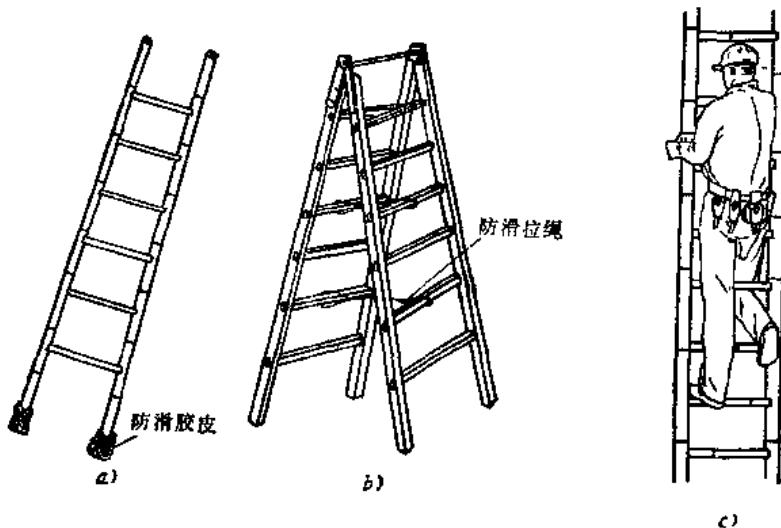

图 1-12 电工用梯
8. 梯子 有直梯和人字梯两种。直梯通常用于户内的靠墙作业和户外登高作业，人字梯通常用于户内登高作业。直梯的两脚应绑扎胶皮之类的防滑材料，人字梯应在中间绑扎两道防止自动滑开的安全绳，如图1-12所示。